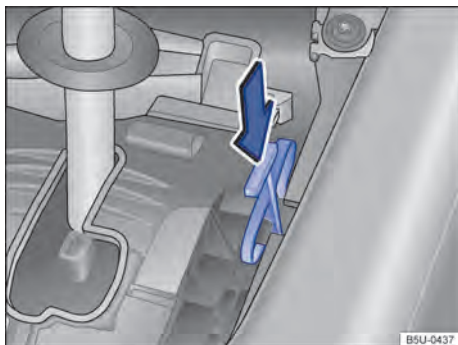

Fig. 85 Desinstalar a cobertura da alavanca seletora e destravar o bloqueio da alavanca seletora emergencialmente.
- Pressionar a alavanca de destravamento → Fig. 85 no sentido da seta e manter nesta posição..